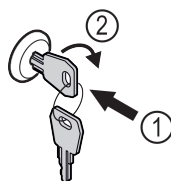

Fig. 44
- Włożyć kluczyk Fig. 44 (1).
- Przekręcić kluczyk o 90° w prawo Fig. 44 (2).